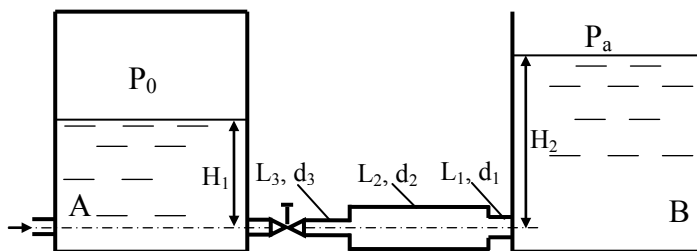

Рисунок 8.6
8.2.10 Вода перетікає із бака А в резервуар В через вентиль з коефіцієнтом опору $\zeta_B = 5$ по трубах: L_1, d_1 ; L_2, d_2 ; L_3, d_3 (рис. 8.6). Вважаючи режим руху турбулентним і, прийнявши коефіцієнт тертя по довжині λ , визначити витрату. Врахувати втрати напору при раптових звуженнях і розширеннях. Висоти: H_1 і H_2 ; надлишковий тиск в баці P_0 .